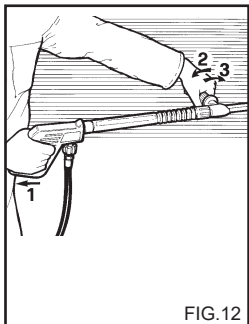
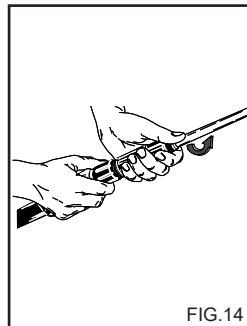

FIG.12
FIG.14
USO DELLA LANCIA DOPPIA (Fig. 12).
2) Togliere la prolunga dall' impugnatura ed inserire la lancia doppia o la lancia con testina regolabile (fig.14), azionare l' idropulitrice, attivare il comando di aspirazione del detergente presente sulla lancia (fig. 12, 13) e cospargere la superficie da lavare agendo dal basso verso l' alto.